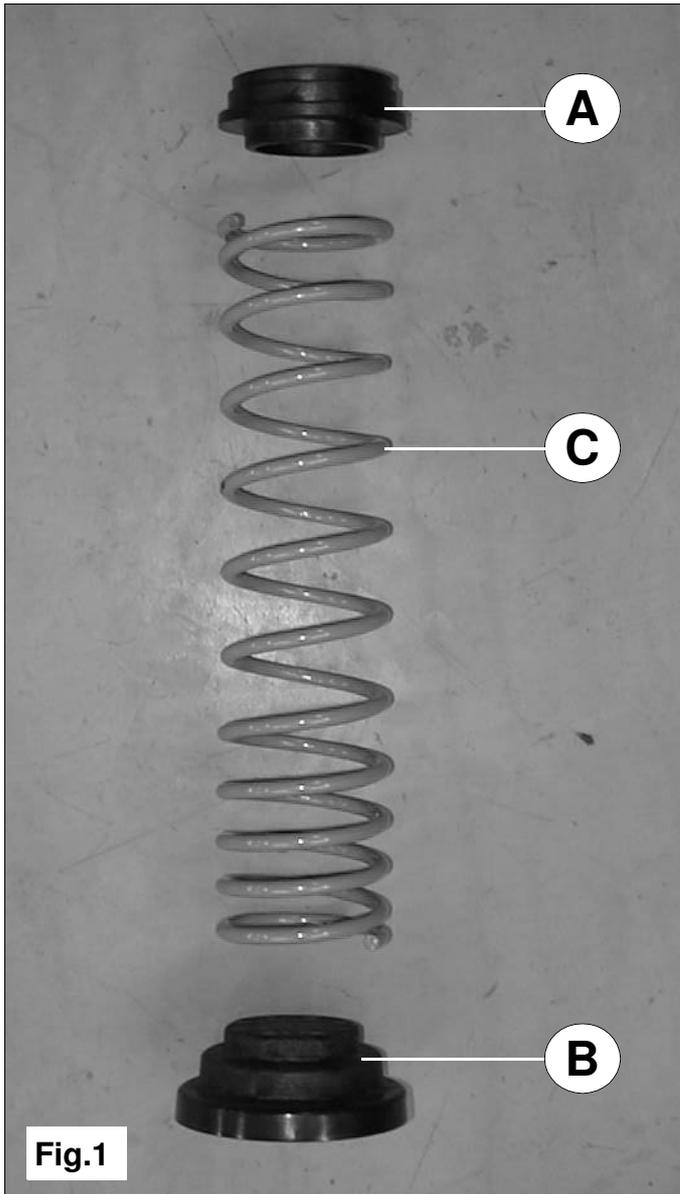

Fig.1
3. Stellen Sie die Niveaufeder **C** auf den Federteller **B** und stellen Sie den Federteller **A** auf den Niveaufeder **C**. Sehe Bild 1.
3. Placez le ressort auxiliaire **C** sur la coupelle **B**, placez la coupelle **A** sur le ressort auxiliaire **C**. Cf. fig. 1.